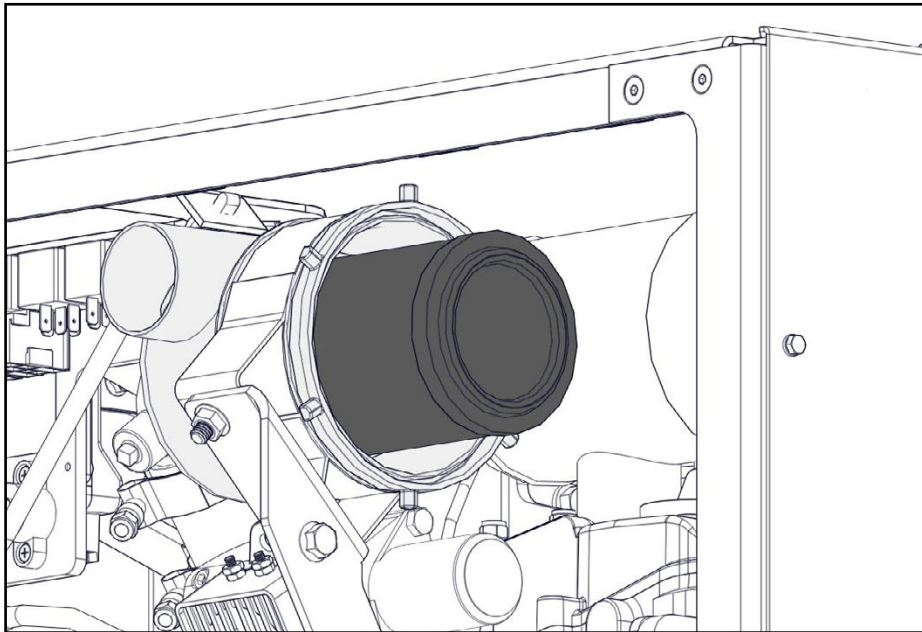

Figure 47 — Retirer le filtre à air
- ☐ Retirez le filtre à air et couvrez l'admission du moteur avec un chiffon propre (Figure 47).